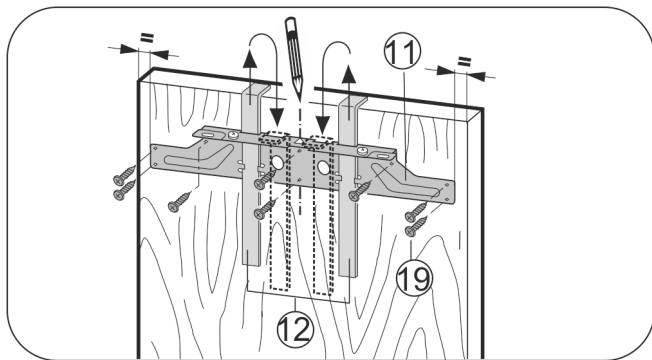

Fig. 26
- ▶ Pritrdilni prečnik Fig. 26 (11) z montažnim pripomočkom Fig. 26 (12) obesite na notranjo stran vrat pohištva.
- ▶ Pritrdilni prečnik Fig. 26 (11) naravnajte na sredino vrat.
- ▶ Pritrdilno prečko Fig. 26 (11) dobro privijte s pomočjo najmanj 6 vijakov Fig. 26 (19).
- ▶ Pritrdilno prečko Fig. 26 (11) s 4 vijaki Fig. 26 (19) dobro privijte na rob.
- ▶ Montažne pripomočke Fig. 26 (12) izvlcite navzgor in jih tako obrnjene potisnite v poleg ležeče odprtine.